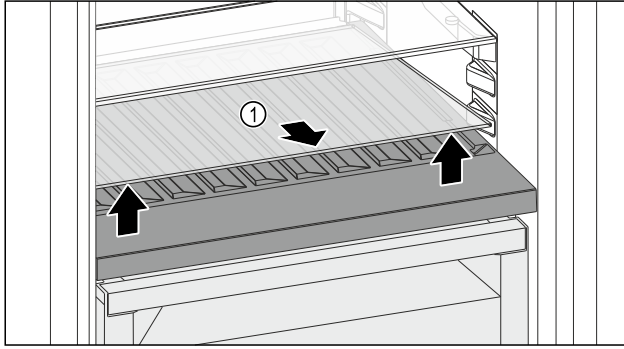

Fig. 147
- Nosta lasilevyä Fig. 147 (1) edessä olevasta syvennyksestä ja ota ulos.
- Säilytä lasilevyä Fig. 147 (1) turvassa laitteen ulkopuolella.
- Aseta lasilevy (2) muunneltavan pulloalusta alle.